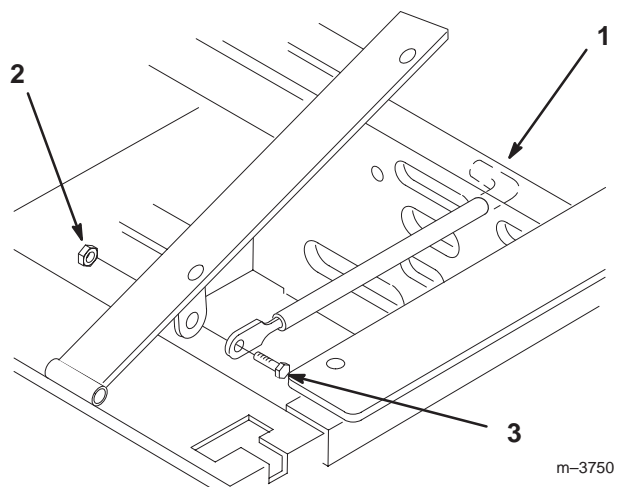

Figure 3
1. Basculez le siège en avant. Enlevez le contre-écrou (5/16") qui est vissé sur le boulon fixant la tige sur l'armature du siège (Fig. 3).
2. Retirez la tige de maintien du siège et insérez l'extrémité en "L" dans le trou situé juste au-dessus du côté gauche de la pompe hydraulique (Fig. 3).
3. Placez la tige de maintien du siège à l'extérieur de la patte de montage de l'armature du siège et fixez-la en place à l'aide d'un boulon (5/16 x 1") et d'un contre-écrou (5/16") (Fig. 3).